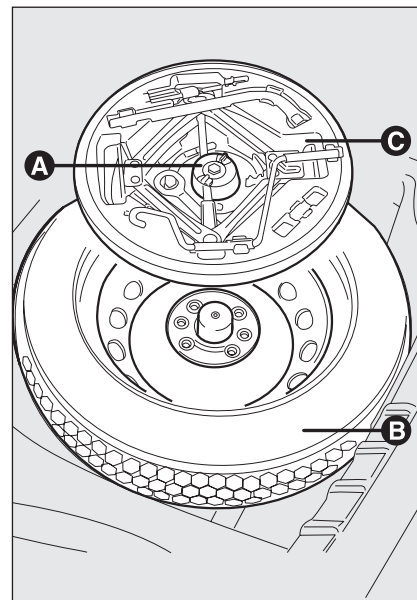

fig. 2
- ☐ afloje el dispositivo de bloqueo **A-fig. 2**;
- ☐ levante la caja portaherramientas **C-fig. 2** y póngala al lado de la rueda que debe sustituir;
- ☐ saque la rueda de repuesto **B-fig. 2**;
- ☐ vuelva a colocar en su contenedor **C-fig. 2** el gato parcialmente abierto, forzándolo ligeramente en su alojamiento para que no vibre durante la marcha;
- ☐ ponga el contenedor **C-fig. 2** con las herramientas en la rueda de repuesto;
- ☐ enrosque el dispositivo **A-fig. 2** de bloqueo del contenedor de herramientas;